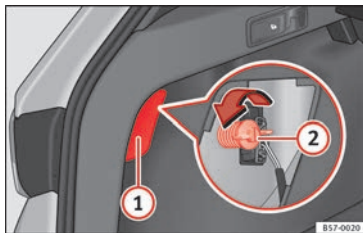

Fig. 110 Bagagliaio: accesso alla vite di fissaggio del fanale di coda.
3. Estrarre il coperchio facendo leva sulla rientranza con l'estremità piatta di un cacciavite » **fig. 110 ①**.
5. Svitare con la mano, o tramite un cacciavite, la vite di fissaggio del fanale » **fig. 110 ②**.